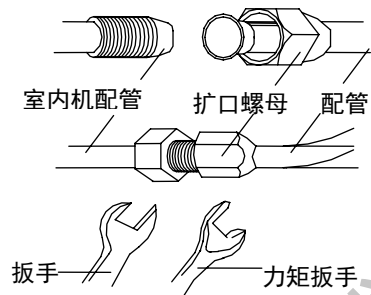

图 12
5. 配管的弯曲半径不能太小, 否则配管可能折断或破裂。所以安装人员在弯曲配管时, 请用弯管器。(参见图 12 和表 2)